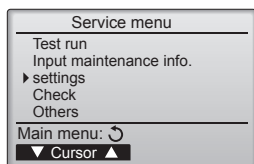

Fig. 6-2
6.2. Télécommande (Fig. 6-2)
- ① (Fig. 6-2)